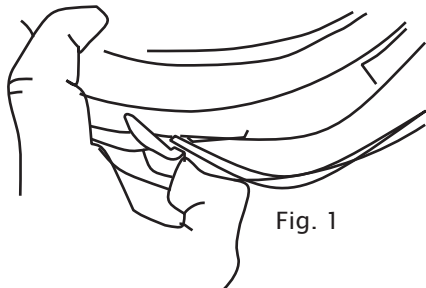

Fig. 1
2. Para abrir o filtro, solte a trava de segurança que bloqueia a alça no anel de fixação. Fig. 1